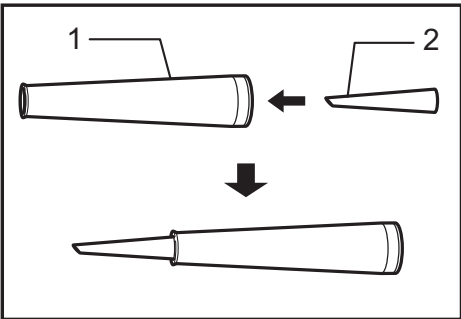

Fig.4
► **Fig.4:** 1. Nozzle 2. Sash nozzle